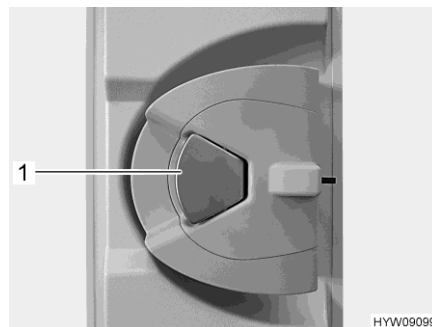

Bild 54 Dörrlås (bodelsdörr, insida)
- Om dörrlåset är låst: Dra en gång i dörrhandtaget (Bild 54,1). Dörren är upplåst.
- Drag i dörrhandtaget (Bild 54,1). Dörren är öppen.
- Tryck ned dörrhandtaget (Bild 54,1).